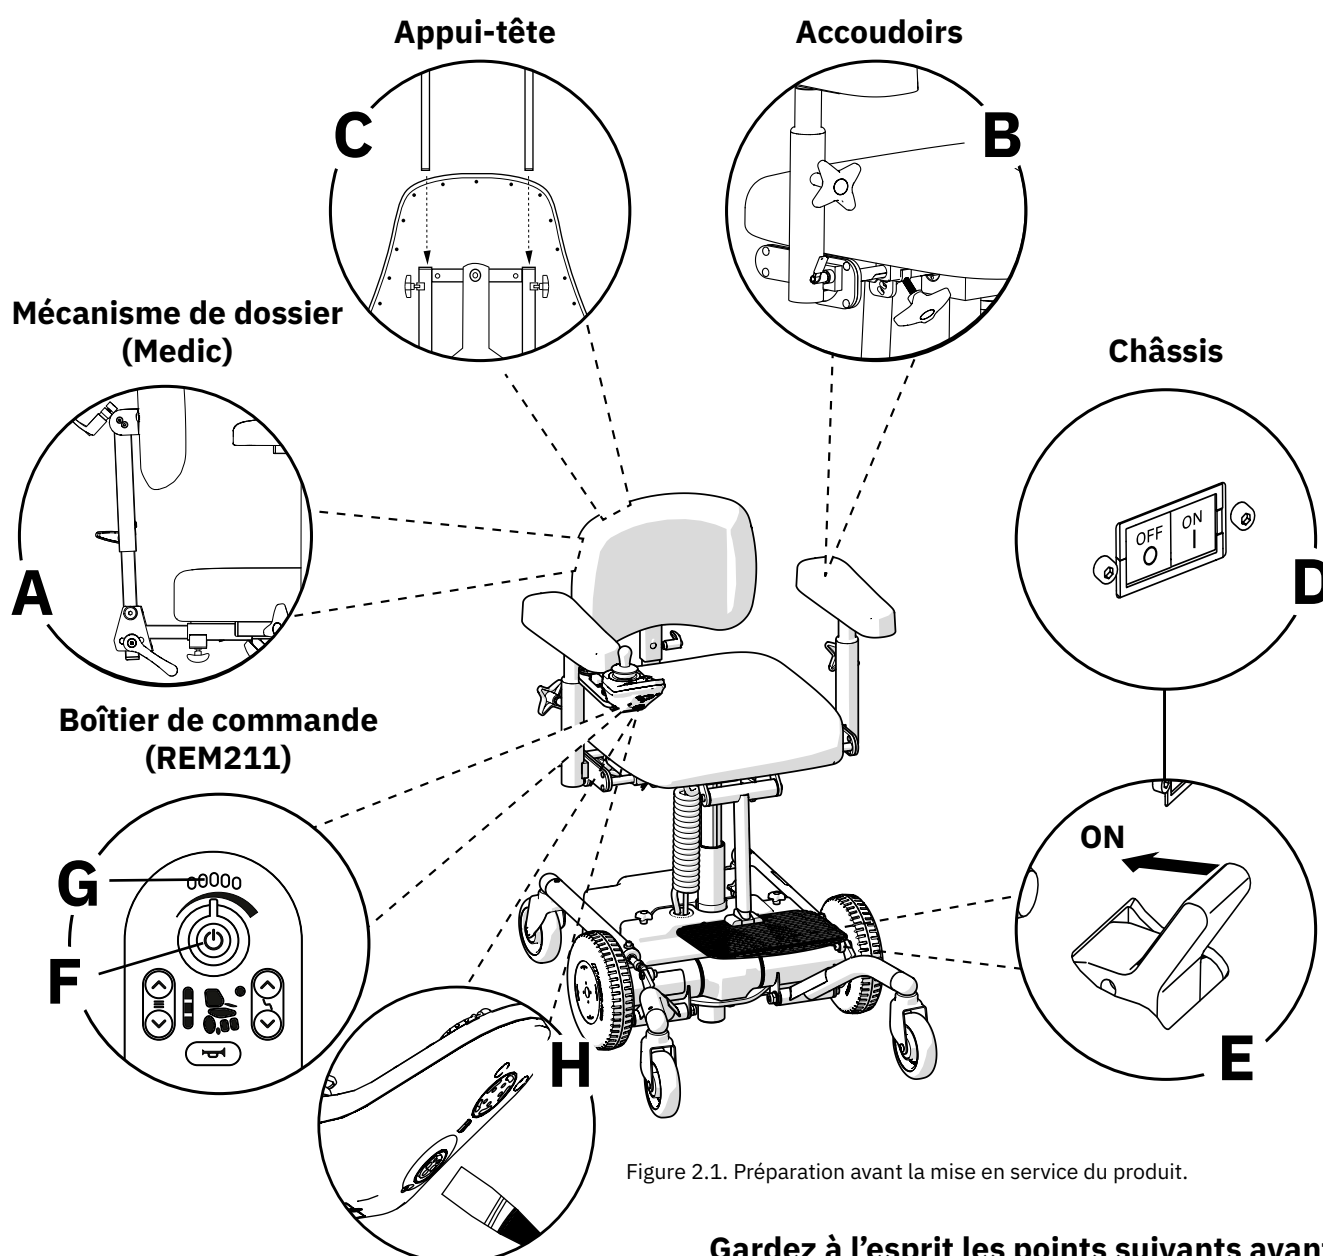

Figure 2.1. Préparation avant la mise en service du produit.
Insérer le montant du dossier dans le dispositif d'escamotage du dossier (A) et ajuster à la hauteur souhaitée (voir figure 2.1). Resserrer toutes les manettes (A). L'illustration représente l'un des mécanismes de dossier disponibles pour les produits Mercado Medic. Les autres mécanismes de dossier se montent de la même manière, même si leur apparence diffère de celle de l'illustration.
Desserrer les manettes d'accoudoir (B) et ajuster à la hauteur et à la largeur souhaitées (voir figure 2.1). Resserrer toutes les manettes (B). Vérifier que le bouton s'enclenche en mode verrouillage lorsque l'accoudoir est abaissé. Si le bouton ne s'enclenche pas, tournez-le jusqu'à ce qu'il se bloque.
Si le produit est livré avec un appui-tête, insérer le mécanisme de l'appui-tête dans le support du dossier (C) et ajuster à la hauteur souhaitée (voir figure 2.1). Resserrer toutes les manettes (C).
Vérifier que le coupe-circuit automatique est sur la position ON (D) et que la commande d'activation du frein est sur la position ON (E), voir figure 2.1.
1. Allumer l'interrupteur principal (F), voir figure 2.1.
2. Vérifier que l'indicateur de niveau de la batterie affiche au moins la marque jaune (G). Si l'indicateur affiche une marque rouge, recharger le produit. Voir 2.3. Recharge.
3. Vérifier que l'interrupteur principal (F) s'allume en vert.
1. Brancher le connecteur de charge sur la prise de charge. La prise de charge est située sur le bord avant du boîtier de commande et est marquée d'un symbole de batterie, voir figure 2.1. (H).